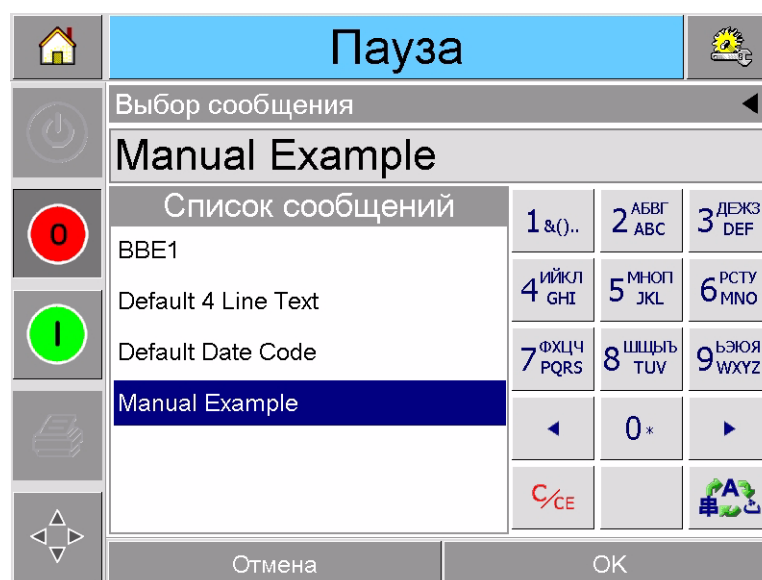

Рис. 4-5: Выбор задания
- 2 Нажмите в списке название требуемого задания для печати, как показано на Рис. 4-5 на стр. 4-5, а затем нажмите кнопку "ok".